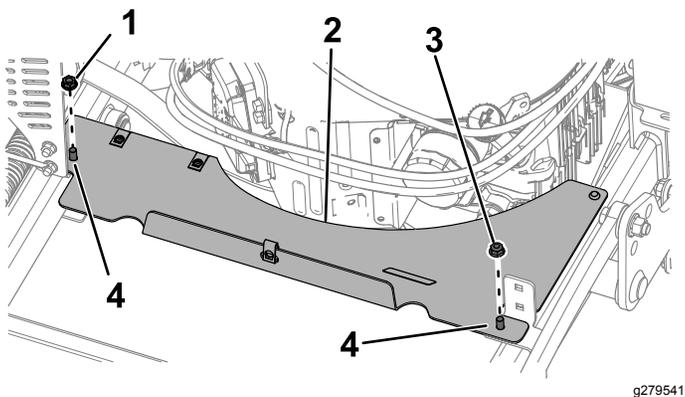

Рисунок 32
- Удалите шестигранную гайку (5/16 дюйма) и гайку (5/16 дюйма), которые крепят накладку защиты к каретным болтам (Рисунок 32). Снимите накладку защиты.
- Установите накладку защиты, как показано на Рисунок 32. Затяните гайки с моментом от 20 до 25 Н·м.